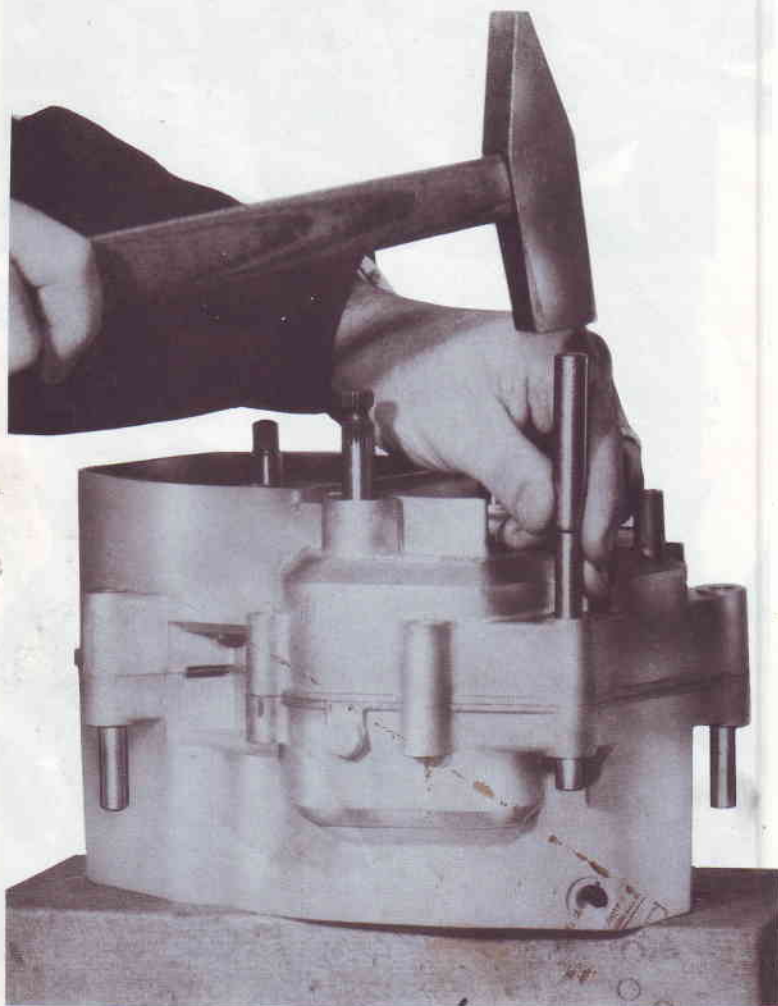

Fig. 19 - Extraction des gouïons
- Retirer les trois gouïons de centrage demi-carter. (Fig. 19)